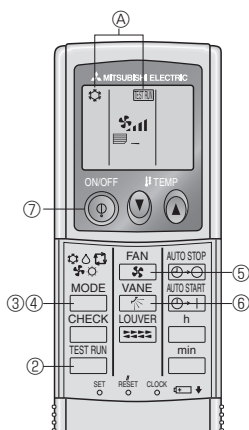

Fig. 7-2
7.2.2. Utilisation de la télécommande sans fil (Fig. 7-2)
- ① Mettre l'appareil sous tension au moins 12 heures avant l'essai de fonctionnement.
- ② Appuyer sur le bouton deux fois sans le relâcher.